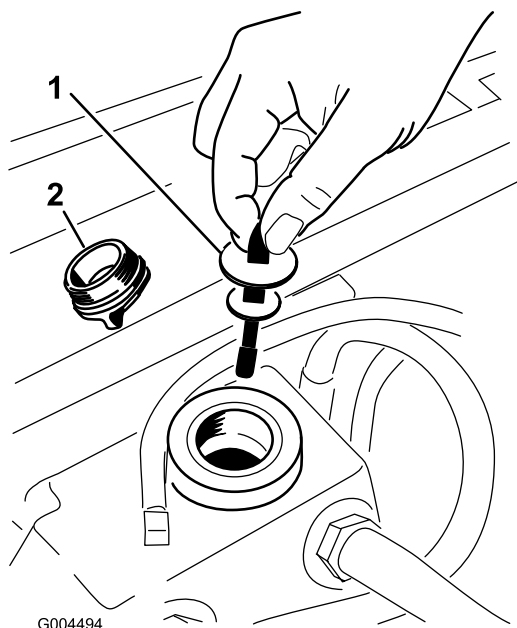

Рисунок 56
5. Снимите крышку заливной горловины бака гидравлической жидкости (Рисунок 56).
6. Выверните масломерный щуп и протрите его чистой ветошью (Рисунок 56).
7. Вставьте масломерный щуп в заливную горловину; затем извлеките его и проверьте уровень жидкости (Рисунок 56).